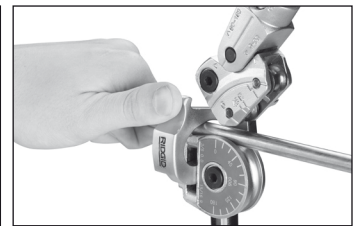

Abbildung 3
3. Positionieren Sie das Rohr in der Segmentnut und sichern Sie es mit der Arratierung in dem Segment (Abbildung 3).